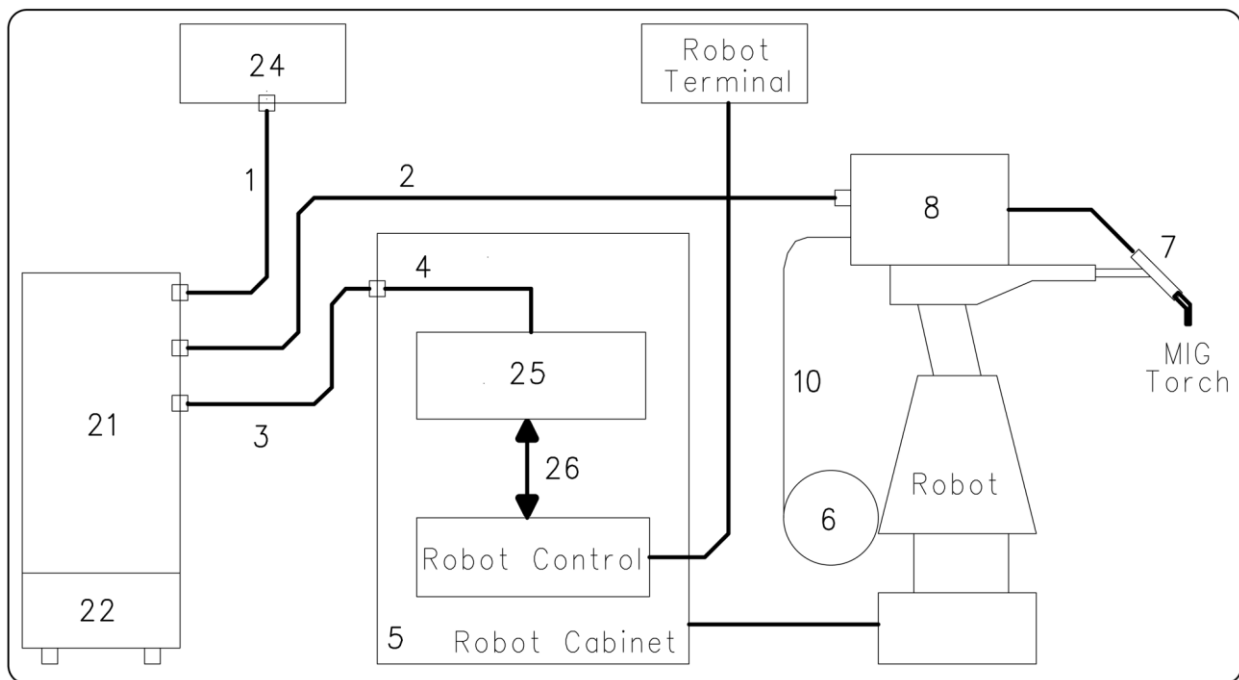

fig. 1
2.1 Puesta en marcha del Generador (fig. 1).
El Sistema de Soldadura SOUND MIG ROBOT PULSE Cebora es un sistema multiprocesador idóneo para la soldadura MIG/MAG pulsado sinérgico, MIG/MAG no pulsado sinérgico, MIG/MAG convencional, realizado para ser acoplado a un brazo Robot Soldante, en instalaciones de soldadura automatizadas. Está compuesto por un Generador, equipado eventualmente con un Grupo de Enfriamiento, un Carro Arrastrahilo, un Panel de Control y una Interfaz Robot (ver fig. 1).